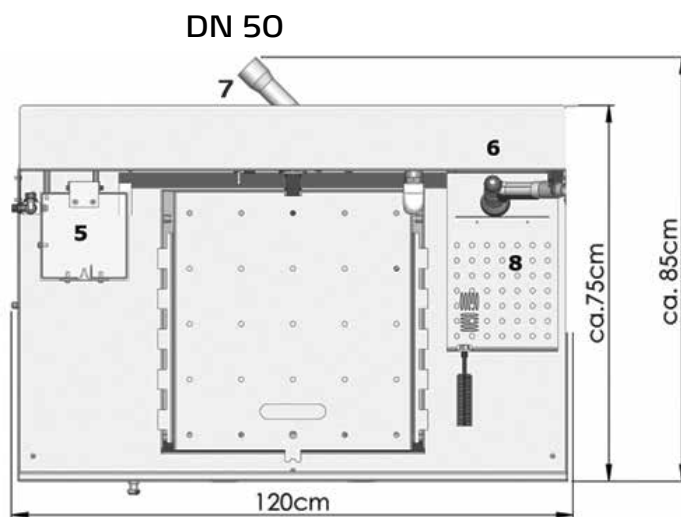

Fig. 2
- Nettoyage des outils sur la station de nettoyage de pinces (fourniture avec le kit ColorFree TOP) (8) fig. 2, 7